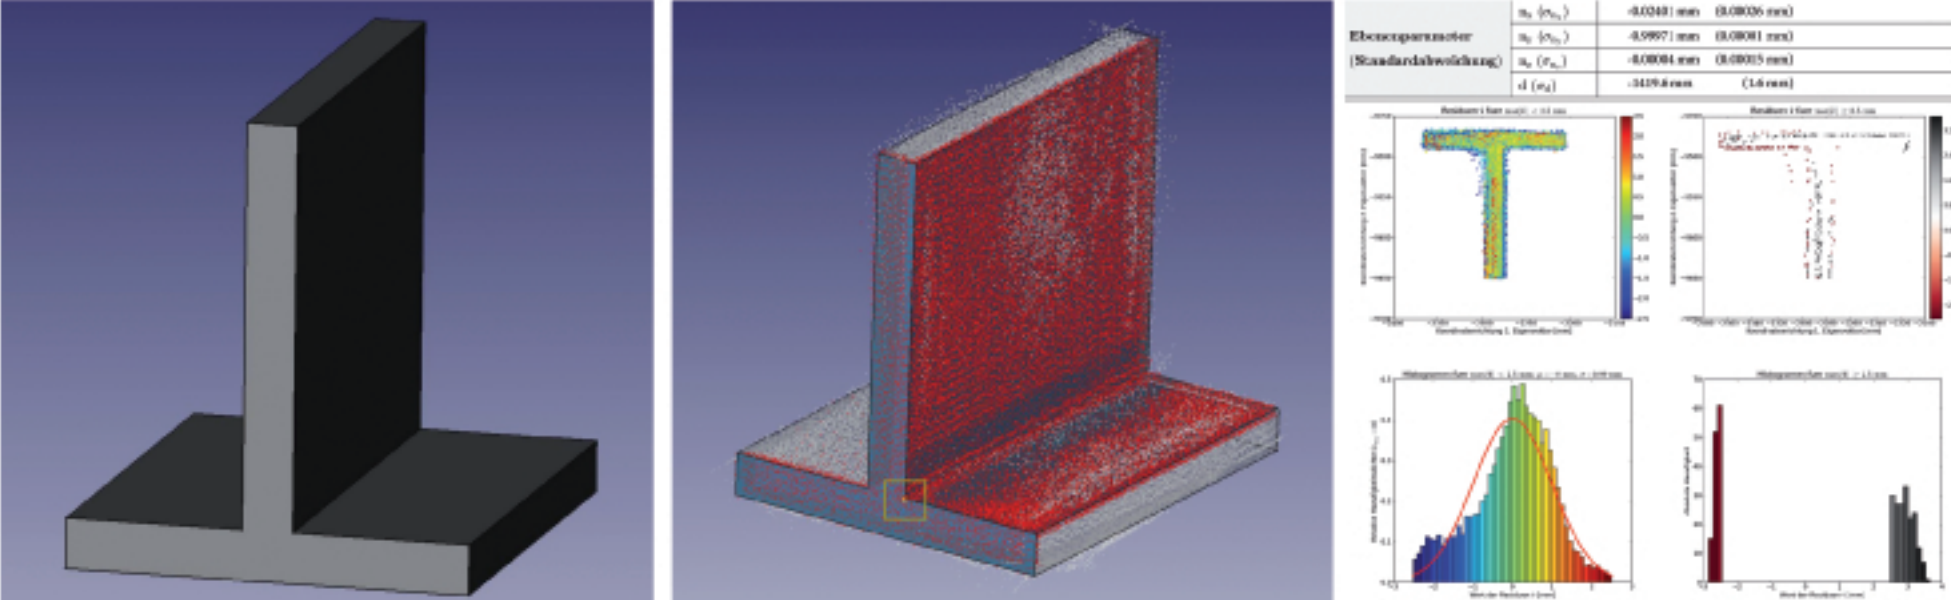

Abb. 2: Auswertung eines T-Trägerstückes (Links: CAD-Modell, Mitte: CAD-Modell mit ausgewählten TLS-Punkten, Rechts: Qualitätsprotokoll)
- Flächenhafte Auswertung in Bezug zum CAD-Modell (Abb. 2)